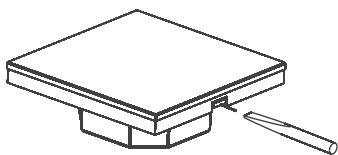

Рисунок 1.
- 3.2. Отсоедините лицевую панель от корпуса, аккуратно поддев ее плоской отверткой (Рис. 1).